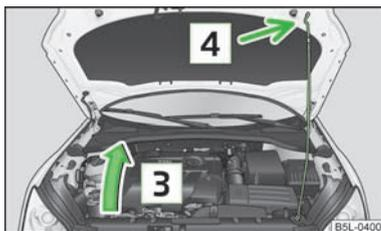

Abb. 142 Sicherung der Motorraumklappe mit der Klappenstütze
- Die Klappenstütze in Pfeilrichtung **3** aus der Halterung nehmen und die geöffnete Motorraumklappe sichern, indem das Ende der Stütze in die dafür vorgesehene Öffnung **4** eingesetzt wird » Abb. 142.